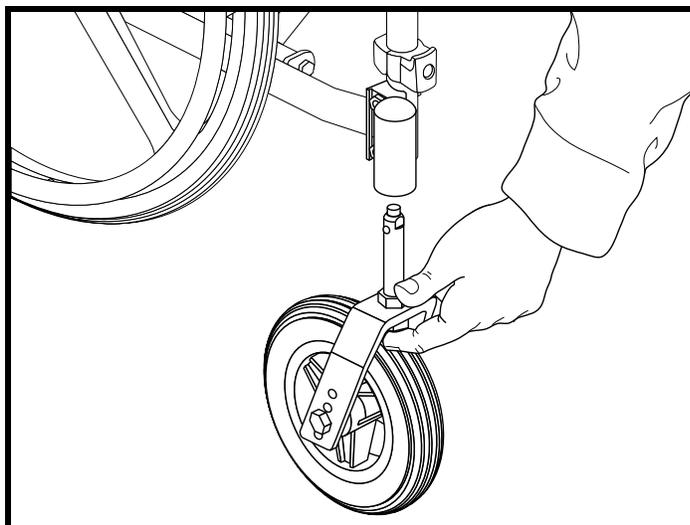

Figure 42. Enlèvement d'une roue avant à détente rapide
1. Pesez sur le bouton à détente rapide et retirez la roue avant. **Voir la figure 42.**